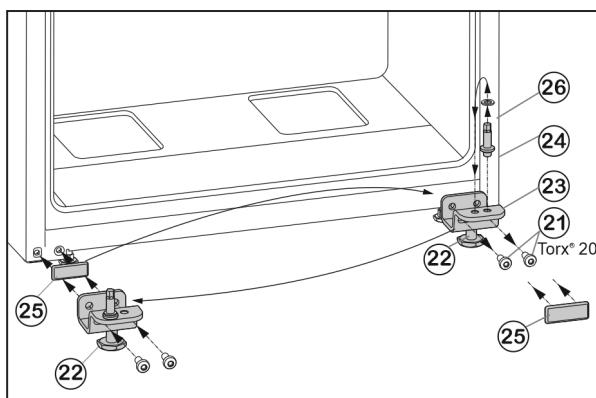

Fig. 7
- Викрутіть гвинти кріплення Fig. 7 (21).
- Зніміть нижній опорний кронштейн Fig. 7 (23) разом із гвинтом Fig. 7 (24), шайбою Fig. 7 (26) та установочною ніжкою Fig. 7 (22).
- Відкрутіть гвинт Fig. 7 (24) разом із шайбою Fig. 7 (26), переставте їх у протилежний отвір опорного кронштейна та знову закрутіть.
- Обережно зніміть кришку Fig. 7 (25) і переставте її на протилежний бік.
- Знову прикрутіть нижній опорний кронштейн Fig. 7 (23) разом із гвинтом Fig. 7 (24), шайбою Fig. 7 (26) та установочною ніжкою Fig. 7 (22) на інший бік шарніра **(з моментом 4 Нм)**, у разі необхідності скористайтеся акумуляторним гвинтокрутом.
- Встановіть нижні дверцята згори на опорний гвинт Fig. 7 (24).
- Викрутіть установочну ніжку Fig. 7 (22) на нижньому опорному кронштейні Fig. 7 (23), доки він не буде опиратися на підлогу.